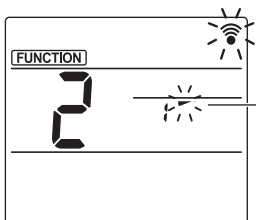

Fig. 3-3
- 3 Ajuste el ángulo del deflector (Fig. 3-3) Pulse los botones **[B]** para seleccionar el ángulo del deflector **B**. Apunte el mando a distancia inalámbrico hacia el receptor de la unidad interior, y luego pulse el botón **[SET]**.